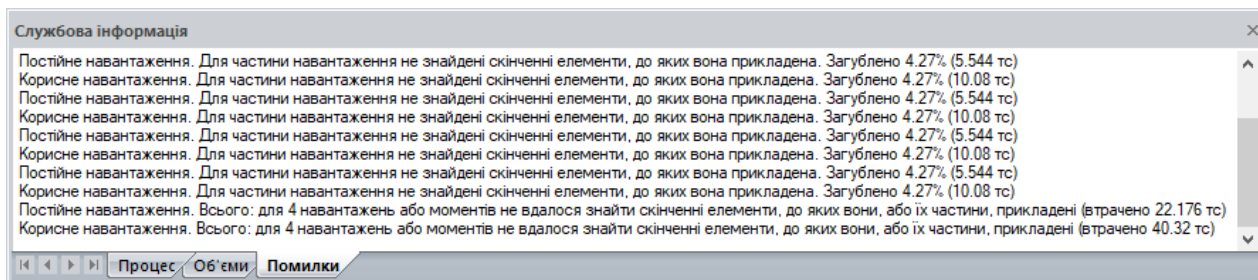

Рис. 23.35. Діалогове вікно **Службова інформація**
- У вікні **Службова інформація** (рис. 23.35) з'явиться повідомлення **Для частини навантаження не знайдені елементи, до яких вона прикладена. Втрачено 4.27%**. (втрачена частина навантаження розташовується над прорізом сходової клітки).